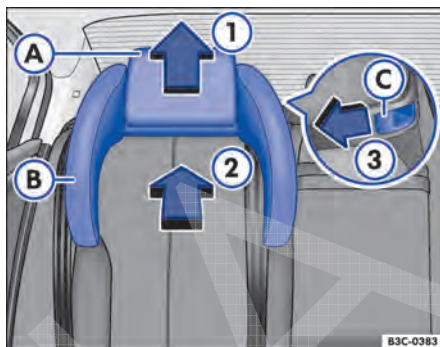

Fig. 92 Cadeira de criança integrada: encaixar os apoios para cabeça laterais.
- Empurrar o apoio para cabeça ⇒ Fig. 92 A para cima ①.
- Pressionar o apoio para cabeça lateral B de frente no sentido da seta ② sobre as hastes do apoio para cabeça.
- Empurrar o apoio para cabeça $\Rightarrow$ Fig. 92 A para cima $\Rightarrow$ Fig. 92 1.
- Empurrar o botão de destravamento $\Rightarrow$ Fig. 92 C no sentido da seta $\Rightarrow$ Fig. 92 3 para poder retirar o apoio para cabeça lateral.